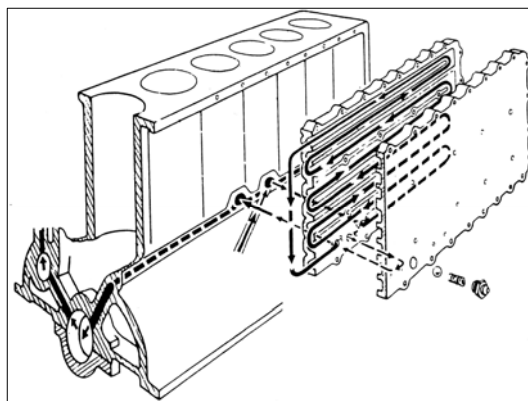

РИС. 132
4) Установите прокладку на блок цилиндров с герметиком и установите радиатор теплообменника (см., рис. 132).